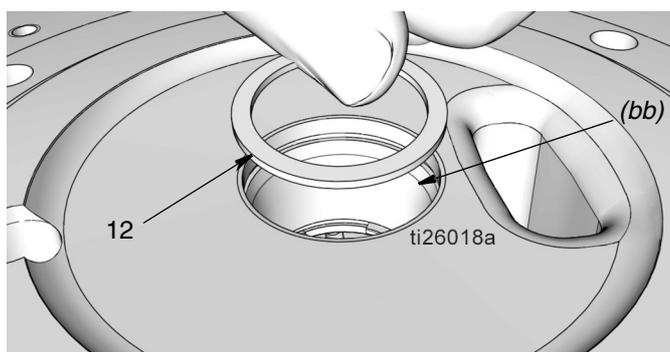

FIG. 34
- b. Verifique que el anillo de retención (51) esté en su lugar en el lado de la base de la bomba (1).
- c. Instale el espaciador (12) mostrado en FIG. 34.